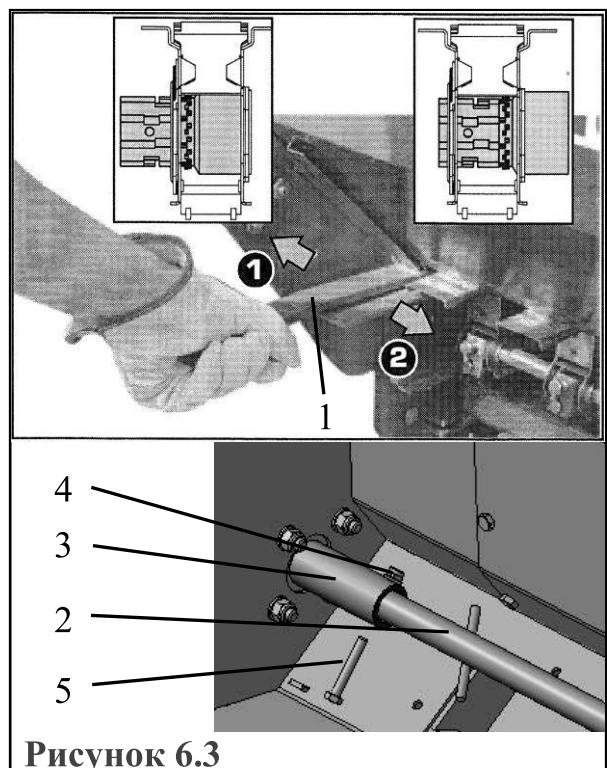

Рисунок 6.3
6.2.2 Установить рычаг 1 (рис. 6.3) в одно из двух положений. Для чего необходимо ослабить гайки, фиксирующие рычаг.
6.2.3 При посеве крупных семян (горох, соя и др.), чтобы исключить их повреждение, рекомендуется отключить ворошитель 2 (рис. 6.3) от привода 3. Для этого необходимо в левом бункере раскрутить гайку 4 и извлечь болт 5.